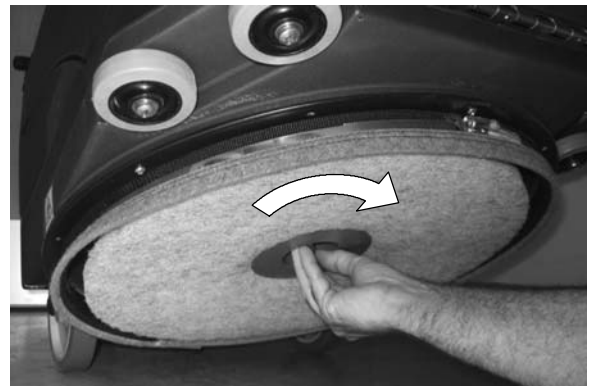

FIG. 5
2. Placez le patin sur le système d'entraînement et fixez-le à l'aide du verrou central (Figure 5).